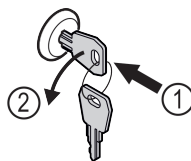

Fig. 177
- ▶ Įspauskite raktą. Fig. 177 (1)
- ▶ Pasukite raktą 90° prieš laikrodžio rodyklę. Fig. 177 (2)